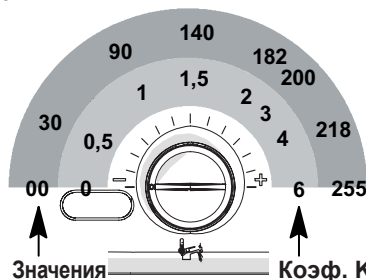

Рисунок 5.45
- Установите значение, поворачивая ручку, см. Рисунок 5.45, с минимального значения **30** (параметр **P15** чередуется с **30**).